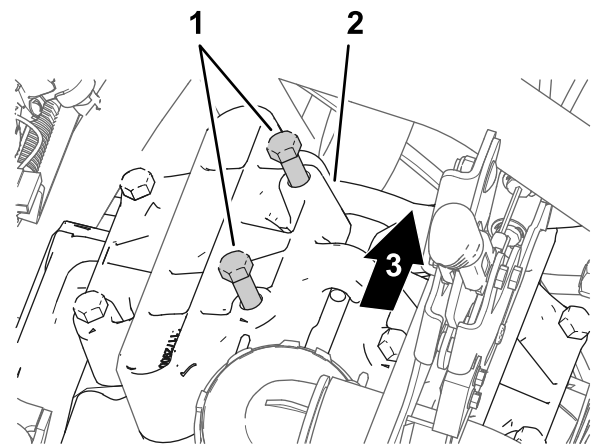

Figura 175
1. Na cabeça da bomba localizada na posição das 11 horas, desaperte os dois parafusos como se mostra na Figura 175 para fornecer uma folga de 7 a 10 mm entre a cabeça dos parafusos e a bomba.